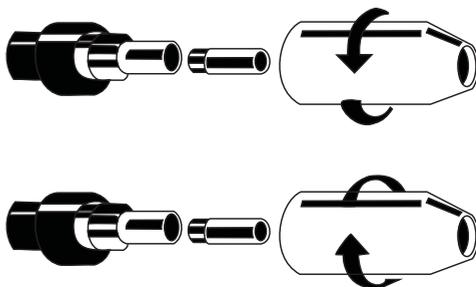

рис. 4
- Заново оденьте сопло на горелку и контактную трубку (рис. 4);